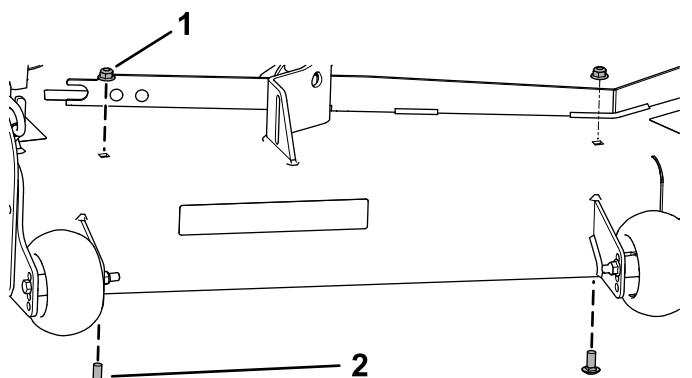

Bild 23
1. Entfernen Sie die zwei vorhandenen Bundmuttern (3/8") und zwei Schlossschrauben (3/8" x 7/8") vom Mähwerk (Bild 23).